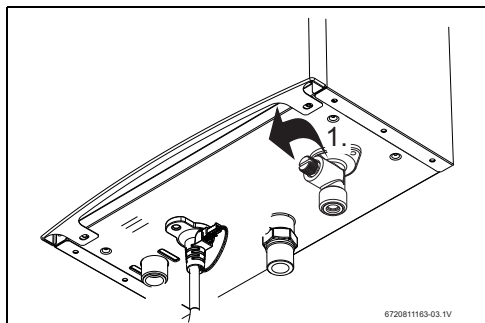

Fig. 8 Parafuso de purga
- O aparelho não deverá ser instalado em locais cuja temperatura ambiente possa ser inferior a 0 °C. Caso exista o risco de congelamento, desligar e purgar o aparelho (→ Fig. 8).